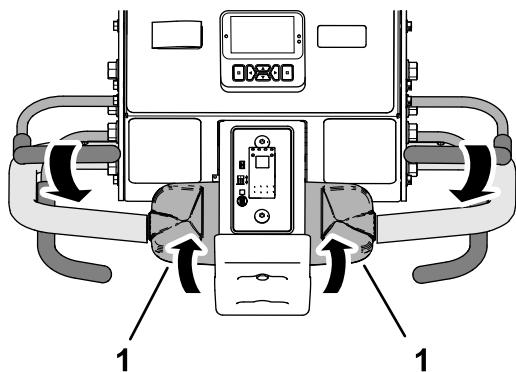

図 90
3. オペレータペイルを握り込んだまま、走行コントロールの上部を後方に回転させる図 90。